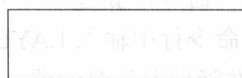

图 2-2 绘制矩形
(1) 启动 AutoCAD 2008，单击“文件”|“新建”命令，新建一个 CAD 文件。
(2) 执行 **LAYER** 命令，新建“中心线”图层，设置其“线型”为 **CENTER**、“颜色”为红色。
(3) 执行 **RECTANG** 命令，在绘图区指定起点，输入 (@100, 30) 作为矩形的另一个角点，绘制一个矩形，效果如图 2-2 所示。